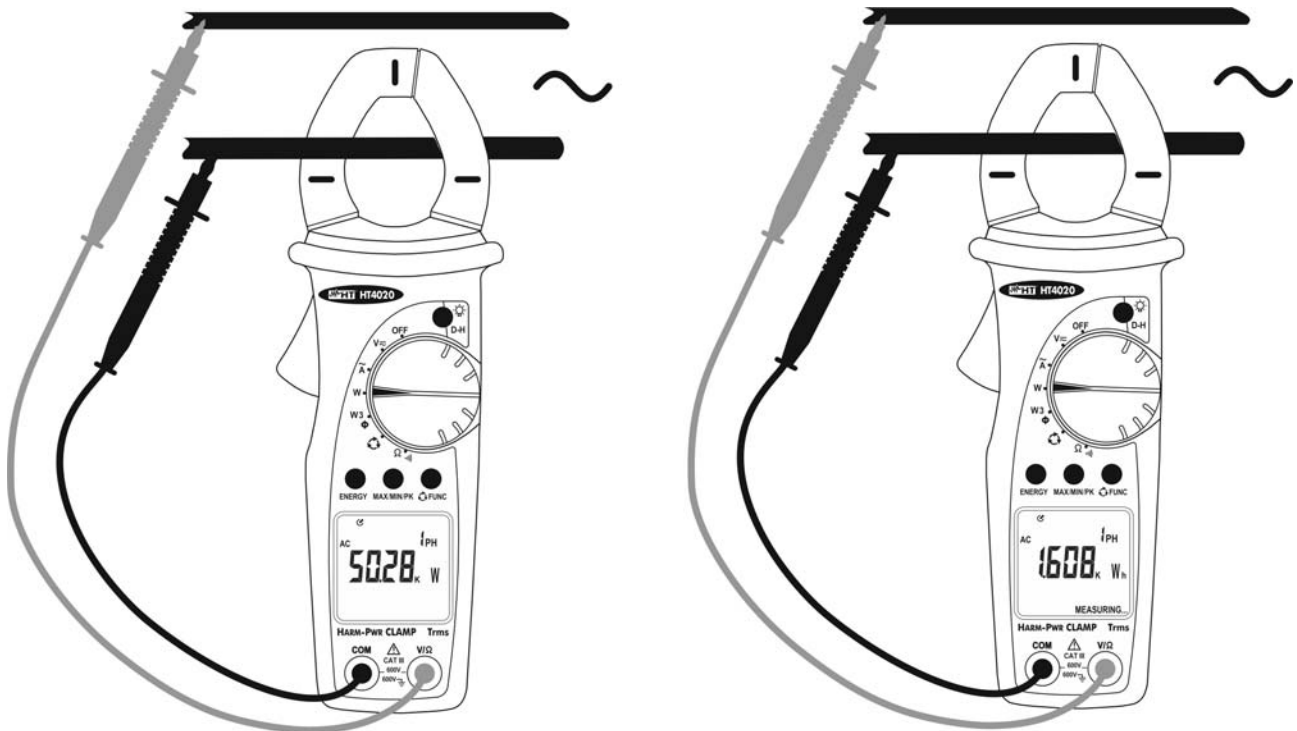

Fig. 11: Uso dello strumento per misure di potenza ed energia in un sistema monofase
2. Aprire il toroide ed inserire il cavo al centro del medesimo (vedere § 4.1.2 e Fig. 11)
4. Posizionare i puntali nei punti desiderati del circuito in esame (vedere Fig. 11). Il valore della potenza attiva (espressa in kW) è mostrato a display
8. Per avviare la misura di energia premere il tasto **ENERGY**. Il contatore si attiva e il messaggio **"MEASURING"** appare nella parte bassa del display (vedere Fig. 11). Per arrestare la misura di energia premere nuovamente il tasto **ENERGY**, il messaggio **"MEASURING"** scompare dal display
8. Per avviare la misura di energia premere il tasto **ENERGY**. Il contatore si attiva e il messaggio "**MEASURING**" appare nella parte bassa del display (vedere Fig. 11). Per arrestare la misura di energia premere nuovamente il tasto **ENERGY**, il messaggio "**MEASURING**" scompare dal display